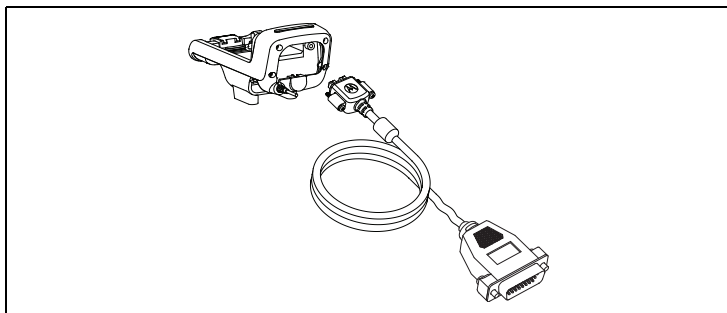

Рис. 3: Подключение соединительного кабеля для базовой станции и распределительной коробки к базовой станции
9. Закрепите соединительный кабель для базовой станции и распределительной коробки (PMKN4169) или соединительный кабель для базовой станции и распределительной коробки с USB-кабелем для передачи данных (PMKN4170) в нижней части разъема базовой станции, закрепив нажимной винт при помощи гайки с кольцевой вставкой, как показано на Рис. 3 ниже.